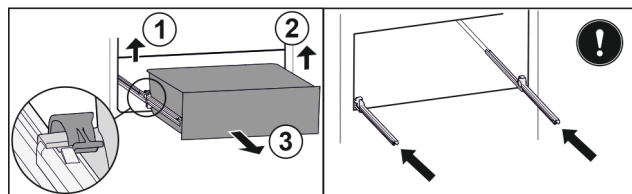

Fig. 170
- Soulever la bride gauche et tirer dans le même temps la partie gauche du tiroir vers l'avant. Fig. 170 (1)
- Soulever la bride droite et tirer dans le même temps la partie droite du tiroir vers l'avant. Fig. 170 (2)
- Retirer le tiroir par l'avant. Fig. 170 (3)